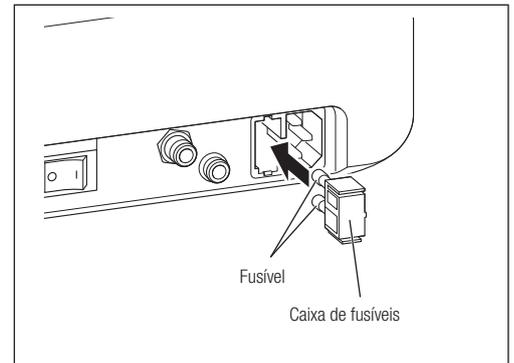

Fig. 60
- 3) Retire o suporte do fusível situado na parte traseira da unidade de controle e, ao mesmo tempo, mantenha os pregos em ambas as extremidades introduzidos (Fig. 60).